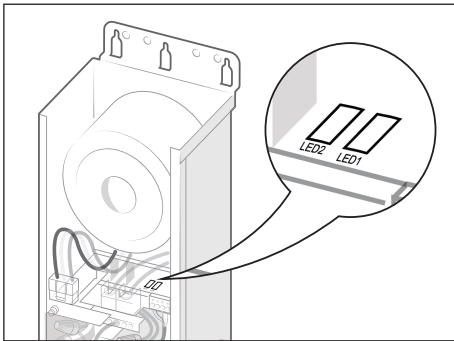

Figure 6. DEL1 et DEL2
9. Allumer le disjoncteur pour rétablir l'alimentation (la DEL2 s'allumera en rouge et la DEL1 commencera à clignoter en vert). Les luminaires de la piscine et du spa seront éteints en raison du contrôle de l'automatisation, voir Figure 6.